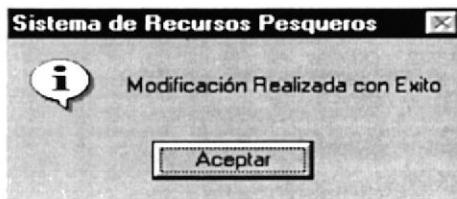

Figura 9.107 Mensaje de Modificación
4. Si se ha realizado una modificación se mostrará el siguiente mensaje (ver figura 9.107)